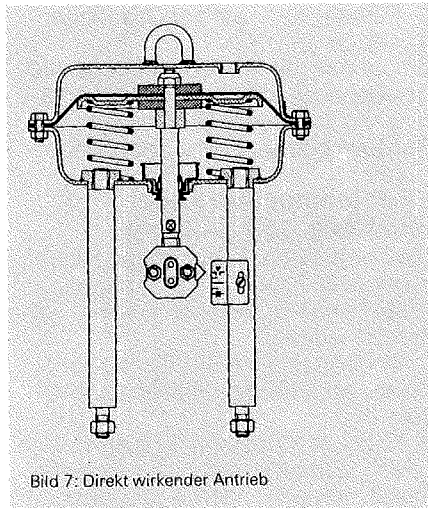
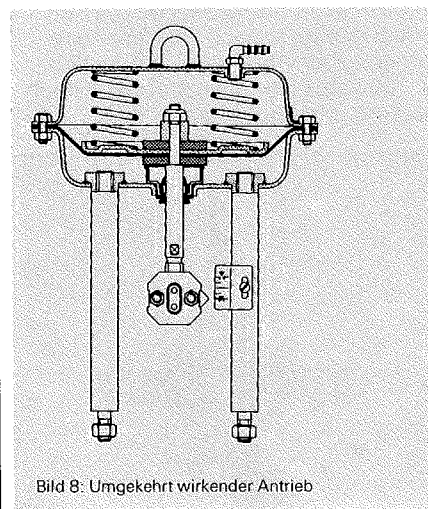

Bild 7: Direkt wirkender Antrieb
Bild 8: Umgekehrt wirkender Antrieb
**5** Teile gemäß Bild 7 (direkt wirkend) bzw. Bild 8 (umgekehrt wirkend) zusammensetzen und in umgekehrter Reihenfolge der Punkte 1 – 4 wieder zusammenbauen. Es ist darauf zu achten, daß die Federn gleichmäßig innerhalb des Gehäuses verteilt sind und senkrecht auf den Noppen des Federtellers stehen.
**5** Neue Membrane einsetzen, alle Teile gemäß Bild 7 (direkt wirkend) bzw. Bild 8 (umgekehrt wirkend) zusammensetzen und in umgekehrter Reihenfolge der Punkte 1–4 wieder zusammenbauen. Es ist darauf zu achten, daß die Federn gleichmäßig innerhalb des Gehäuses verteilt sind und senkrecht auf den Noppen des Federtellers stehen.